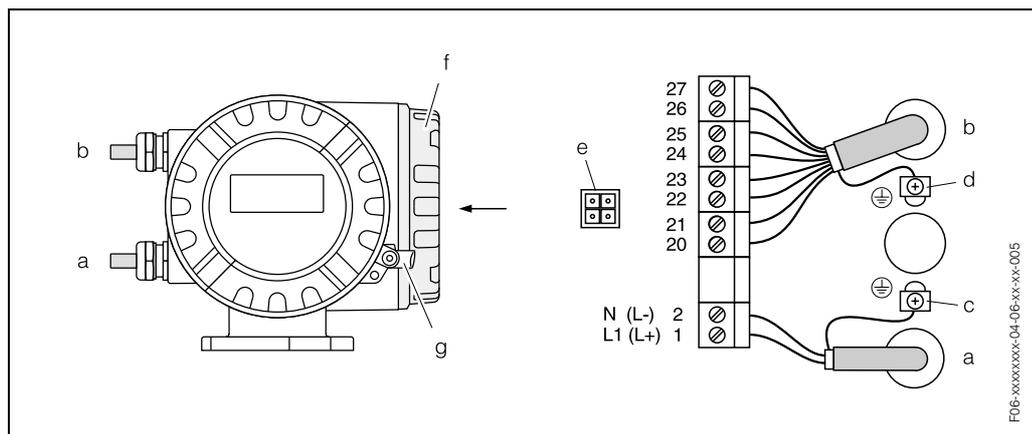

Fig. 10: Подсоединение преобразователя (в алюминиевом рабочем корпусе). Поперечное сечение кабеля: макс. 2.5 мм²
- Электромонтажная схема → Рис. 10